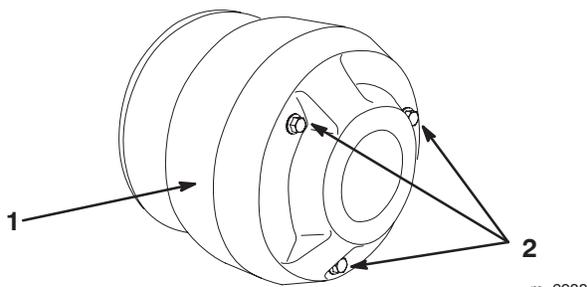

Figure 55
4. Retirez les trois boulons qui fixent le couvercle à l'embrayage et déposez le couvercle (Fig. 55).